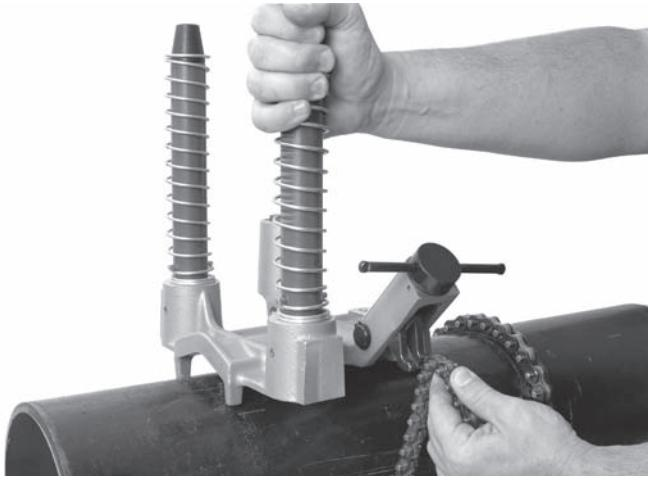

Figur 7 – Sådan skilles basen fra motoren
sikre dig, at stempelstiften fungerer korrekt og fastholder motoren på basen (figur 7).
1. Stil HC-300-hulskærremaskinen på en stabil og sikker overflade. Træk stempelstiften bag på den venstre søjle (figur 7), og løft motorsamlingen fri af basesamlingen.